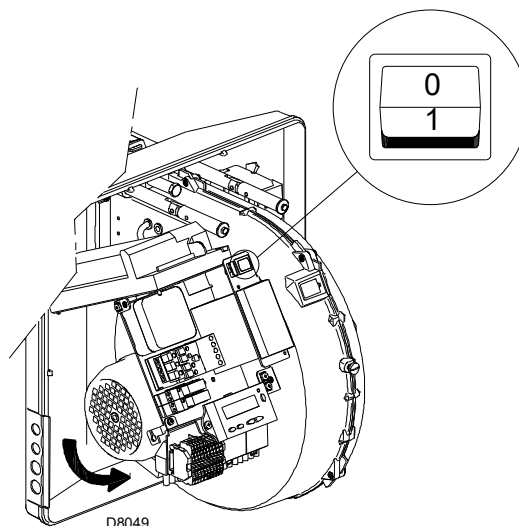

Fig. 26
Fermer les thermostats/presostats et mettre l'interrupteur de la Fig. 26 à la page 30 en position "1".
Dès que le moteur démarre se positionner devant le ventilateur de refroidissement du moteur ventilateur et contrôler s'il tourne dans le sens contraire à celui des aiguilles d'une montre. Voir la Fig. 26.
- mettre l'interrupteur de la Fig. 26 sur «0» et attendre que la boîte de contrôle réalise la phase d'extinction;
Le brûleur est en état d'attente de demande de chaleur ou le sélecteur «0-1» (Fig. 26 à la page 30) est sur la position «0».
Avec le sélecteur «0-1» (Fig. 26 à la page 30) le brûleur ne s'arrête pas immédiatement, mais la phase d'extinction a lieu.